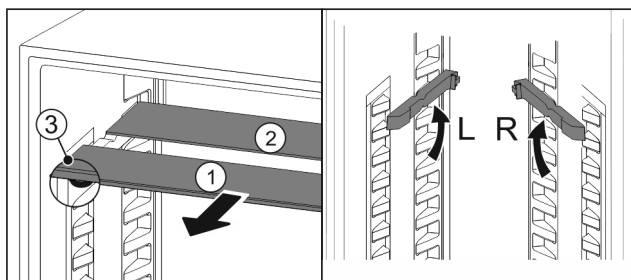

Fig. 25
- Vytiahnite sklenené dosky jednotlivo dopredu Fig. 25 (1).
- ▷ Sklenená doska Fig. 25 (1) s ozdobnou lištou leží vpredu.
- ▷ Zarážky Fig. 25 (3) ukazujú nadol.